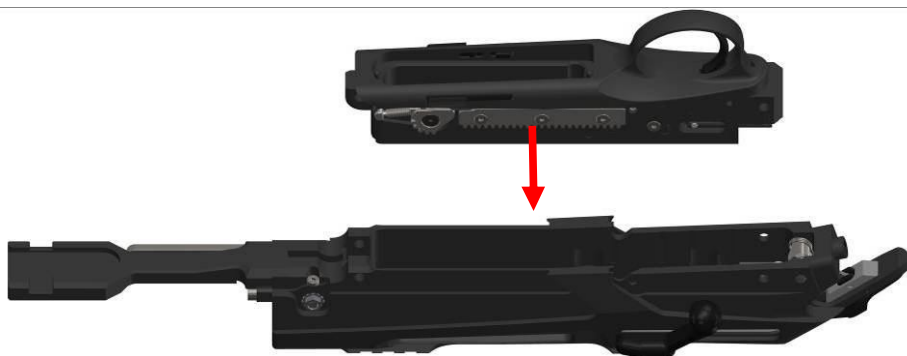

Рисунок 27
(6) Установить нижнюю часть ствольной коробки в верхнюю (рис. 27).